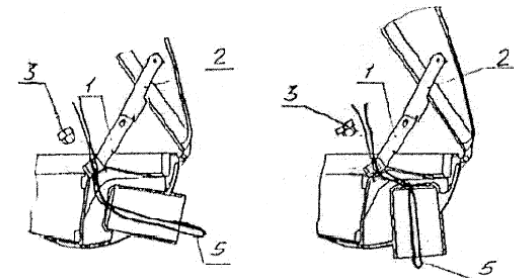
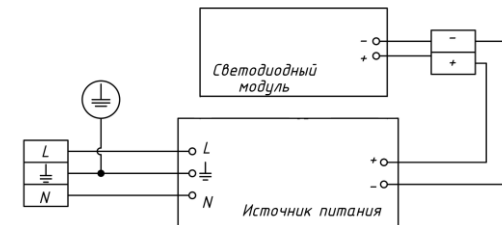

Рисунок 2
Рисунок 3
ВНИМАНИЕ! Планка (1) кронштейна должна зафиксироваться в пазу планки (2), см. (рисунок 2).
Отвернуть штуцер (3) сальникового ввода. С помощью проволочной петли (5) (в комплект поставки не входит), см. (рисунок 2), сетевые провода и провод заземления протянуть внутрь светильника через втулку и штуцер. Сетевые провода закрепить планкой для зажима проводов и присоединить к клеммной колодке на панели, согласно схеме включения (рисунок 3).